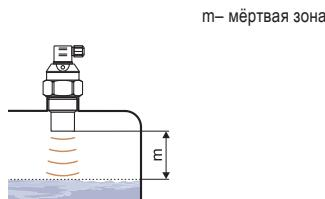

Рис. 2: Мёртвая зона измерителя уровня
- В связи с принципом измерения не могут анализироваться сигналы, **отраженные** в области непосредственно под измерителем уровня (т.н. мёртвая зона). **Мёртвая зона** (рис. 2) определяет минимальное возможное удаление между измерителем уровня и максимальной высотой поверхности. Минимальное удаление среды приведено в главе "Основные технические данные".